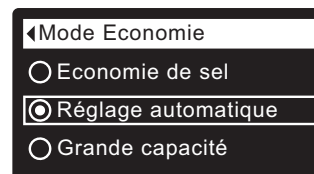

FIG. 86
8a. Mode Économie (dosage du sel) : Si le cercle vis-à-vis du mode d'économie souhaitée a déjà un point (cf. Figure 86), passez à l'étape 9. Sinon, appuyez sur le bouton BAS (▼) ou HAUT (▲) pour passer au mode d'efficacité souhaitée, puis sur le sélecteur (O) pour confirmer votre choix.